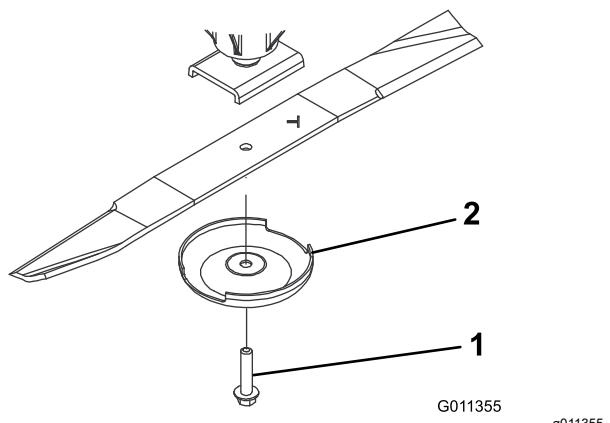

Figure 126
3. Enlevez le boulon, la coupelle de protection et la lame de l'axe de pivot (**Figure 126**).